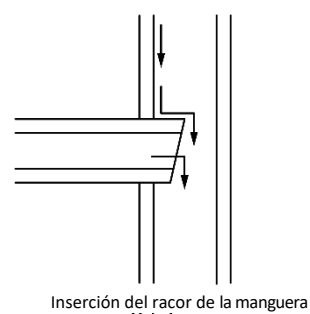

Fig. 4.3.8
N.º 3: Inserción del racor de tubería (Fig. 4.3.8)